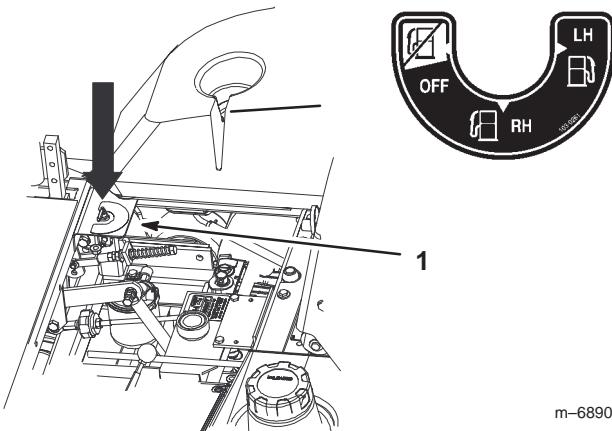

Figure 9
La machine possède deux réservoirs de carburant. Un réservoir à gauche et un à droite. Chaque réservoir est raccordé au robinet d'arrivée de carburant au panneau de commande, d'où part une conduite d'alimentation commune reliée au moteur (Fig. 9).
Pour utiliser le réservoir de carburant gauche, tournez le robinet d'arrivée de carburant à la position LH, côté gauche. Pour utiliser le réservoir de carburant droit, tournez le robinet d'arrivée de carburant à la position RH, côté droit (Fig. 9).
5. Fermez le robinet d'arrivée de carburant avant de transporter la machine ou de la remiser (Fig. 9).